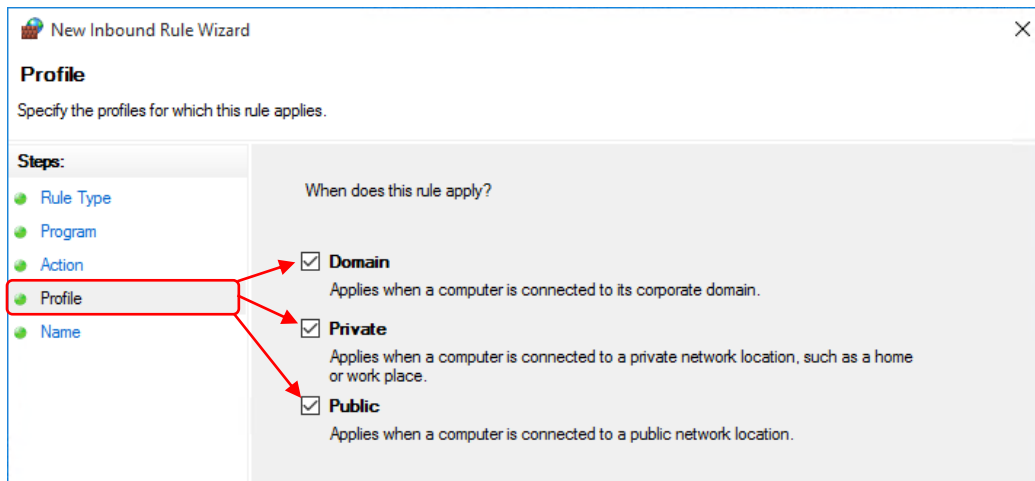

Abbildung 131: Profilsseite für neue Inbound Regel
10. Wählen Sie auf der **Profile** Seite das Profil, auf das die Regel angewendet werden soll. Wenn Sie unsicher sind, welches Profil Sie wählen sollen, nehmen Sie alle drei Optionen (Abbildung 131).